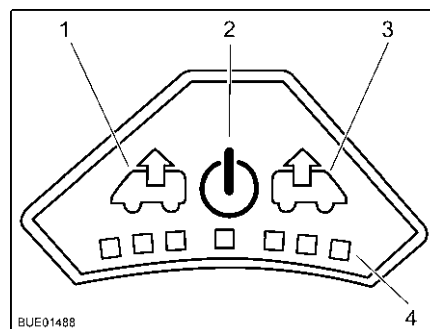

Fig. 93 Panneau de commande du ventilateur
- Appuyer sur la touche Marche/Arrêt (Fig. 93,2). Le ventilateur fonction en mode confort (aération à faible vitesse de rotation).
- Pour augmenter la vitesse de rotation du ventilateur, appuyer sur la touche Ventiler (Fig. 93,1). La vitesse de rotation du ventilateur augmente d'un niveau de puissance dans le sens de l'échappement. Les DEL (Fig. 93,4) montrent les niveaux de puissance.
- Pour réduire la vitesse de rotation du ventilateur, appuyer sur la touche Aérer (Fig. 93,3). La vitesse de rotation du ventilateur diminue d'un niveau de puissance.
- Pour augmenter la vitesse de rotation du ventilateur, appuyer sur la touche Aérer (Fig. 93,3). La vitesse de rotation du ventilateur augmente d'un niveau de puissance dans le sens de l'aération. Les DEL (Fig. 93,4) montrent les niveaux de puissance.
- Pour réduire la vitesse de rotation du ventilateur, appuyer sur la touche Ventiler (Fig. 93,1). La vitesse de rotation du ventilateur diminue d'un niveau de puissance.
- Appuyer sur la touche Marche/Arrêt (Fig. 93,2). Le ventilateur s'arrête, les DEL s'éteignent.